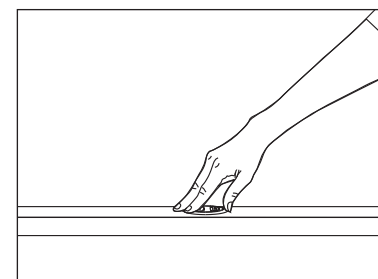
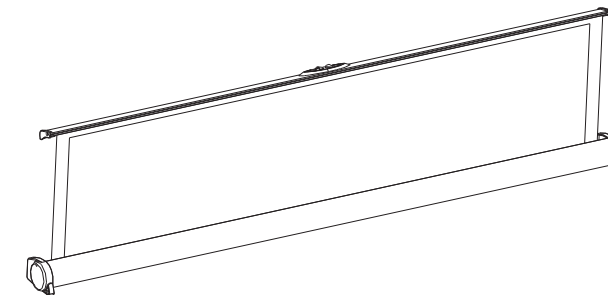
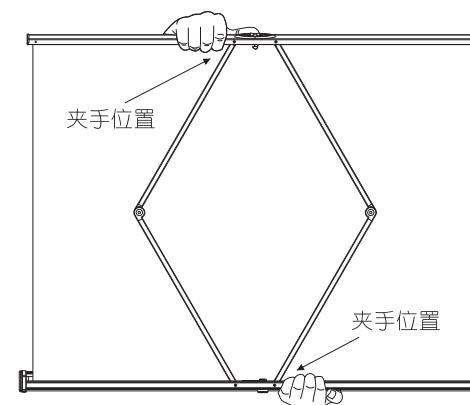

图4-1
图4-2
图4-3
2. 如（图4-1）所示用手捏住提手，缓慢地往下压（如图4-2），当上盖接近外壳开口处时，用手指轻微压一下提手，把上盖完全压进外壳里面，而上盖又不能被提起，此时，提手完全被锁合机构锁合，收合完成。（如图4-3）
注意：在收合银幕时要按上述方法操作，小心上下支撑臂夹手指(图4-3)。